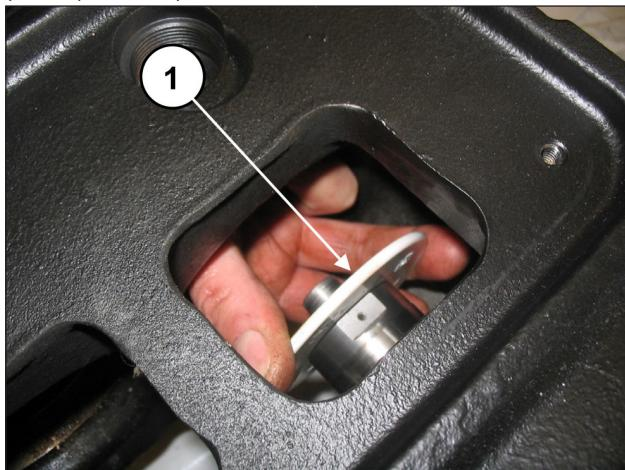

Abb. 116
Entfernen Sie die Spritzschutzzringe von den Kolbenführungen (Pos. ①, Abb. 116).